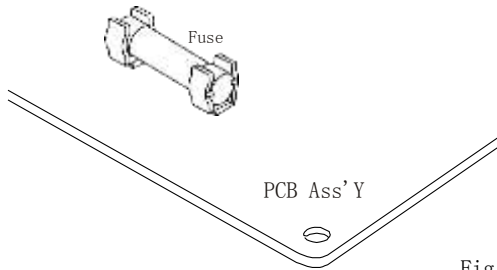

Fig. 1
- 1) Снимите печатную монтажную плату. Извлеките предохранитель из печатной монтажной платы (рис. 1)